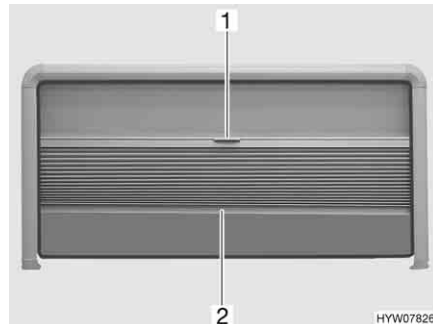

Fig. 82 Fenêtre projetante
- Saisir la tige de fermeture (Fig. 82,2) du dispositif occultant plissé par le milieu et tirer avec précaution vers le bas.
- Maintenir la tige de fermeture (Fig. 82,2) du dispositif occultant plissé par le milieu et pousser ce dernier avec précaution vers le haut.
- Tirer avec précaution la moustiquaire (Fig. 82,1) vers le bas en la maintenant par la poignée.
- Pousser lentement la moustiquaire entièrement vers le haut par la tige de fermeture du dispositif occultant plissé (Fig. 82,2).